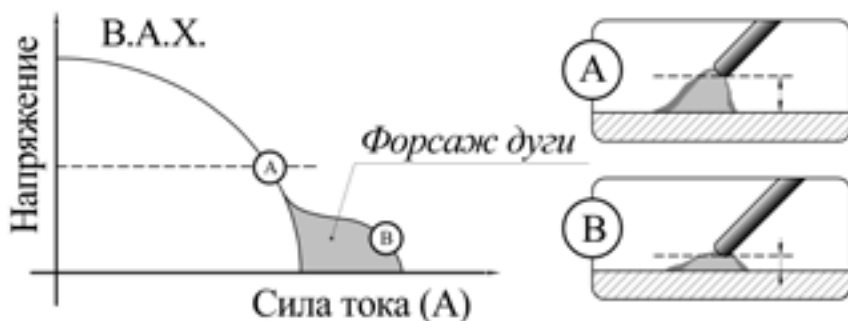

Рис. 7.7. Форсаж дуги.
**Форсаж дуги** рекомендуется при сварке покрытыми электродами на малых токах. Если по каким-либо причинам сварочная дуга начинает затухать в процессе сварки, происходит автоматический набор силы сварочного тока до настроенной величины (см. рис. 7.7).